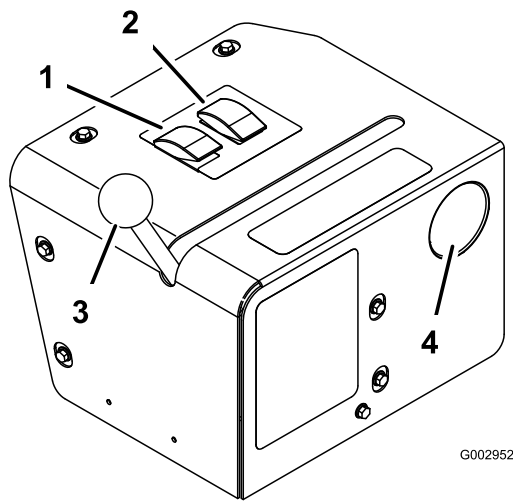

Bild 58
5. Stellen Sie den Sprühauswahlschalter auf die Handsprühstellung (Bild 58).
- Schieben Sie den Ventilsteuerhebel nach vorne in die Handsprühstellung (Bild 58).
- Stellen Sie den Dosierungssteuerschalter und die Gasbedienung ein, um den Druck (der am Druckmanometer angezeigt wird) auf die gewünschte Einstellung zu erhöhen oder zu vermindern (Bild 58).